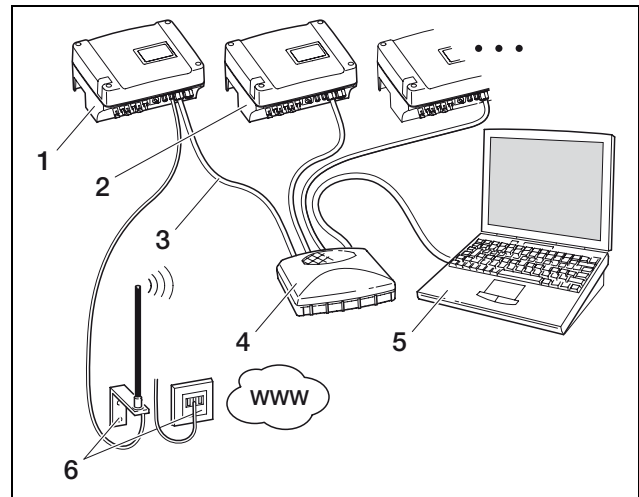

Abbildung 48: Netzwerkeinstellungen mit Auto-IP
- Sie betreiben ein lokales Netzwerk (Ethernet) mit festen IP-Adressen und wollen den Wechselrichter in das Netzwerk integrieren (Abbildung 48).